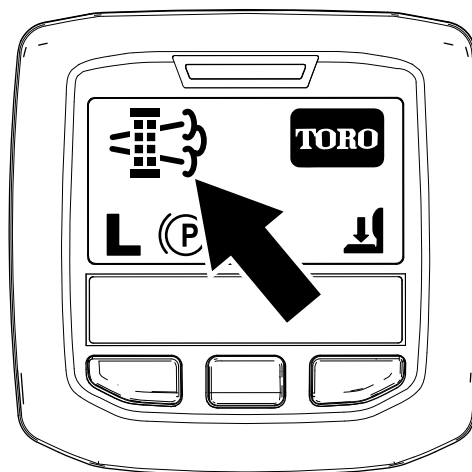

Figura 42
- Cuando el ordenador del motor solicita una regeneración con la máquina aparcada o una regeneración de recuperación, aparece el icono de solicitud de regeneración (Figura 42) en el InfoCenter.